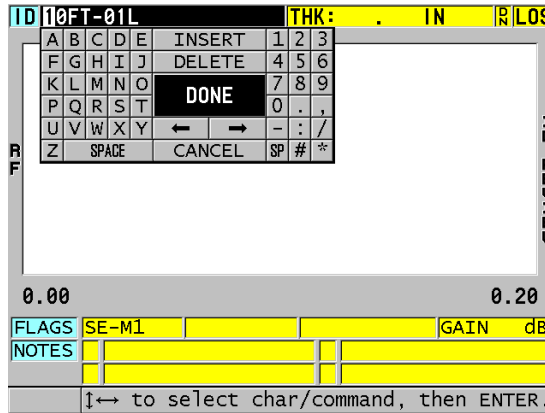

Figura 11-28 Editar o ID# modo de edição
4. Pressione **[ID#]** novamente e edite o valor de ID (veja Figura 11-28 na página 229).